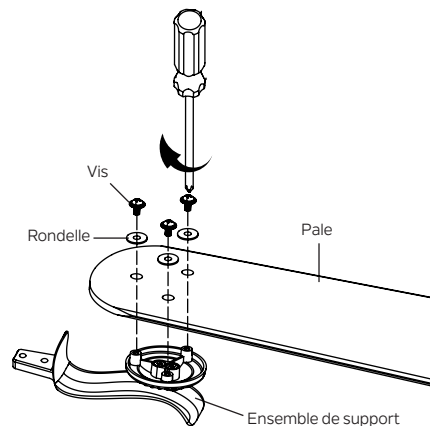

Fig. 20
**Étape 1.** Fixez les pales aux supports comme indiqué, serrez-les solidement à l'aide des vis et des rondelles du pack de quincaillerie. (Fig. 20)